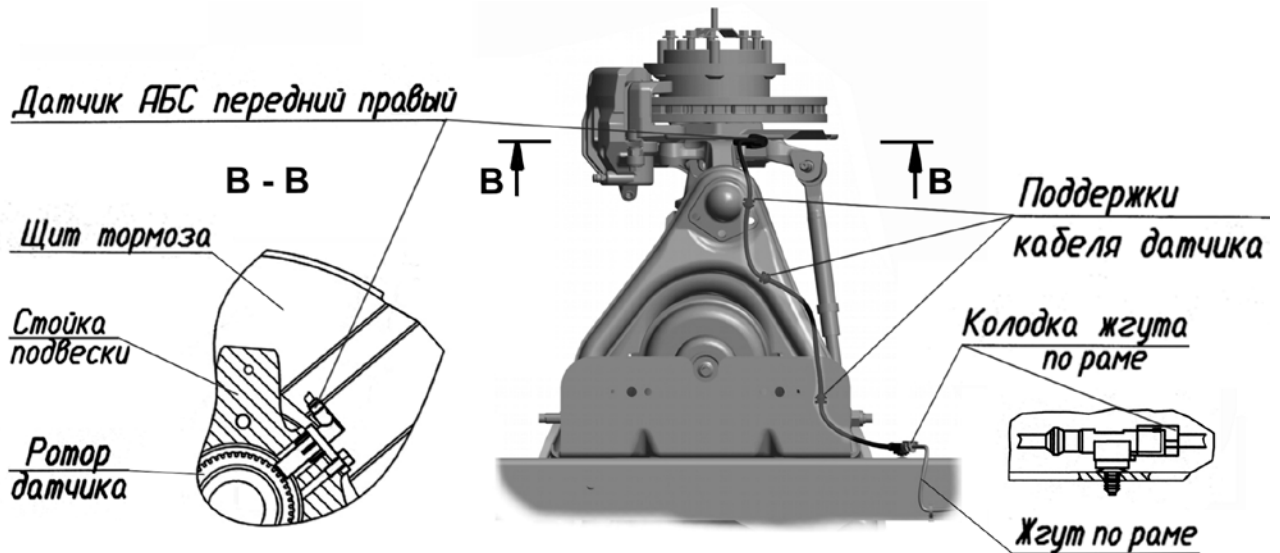

Рис. 7.96. Замена датчика ABS переднего правого колеса. Изображение для левой стороны автобуса зеркально данному рисунку
- разъединить колодку жгута по раме и колодку датчика (см. рис. 7.96 и 7.97);